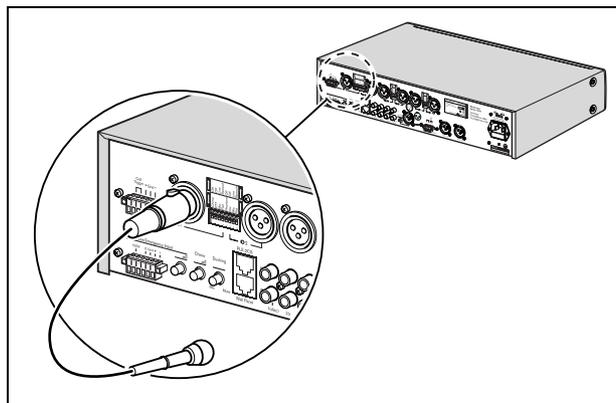

figura 4.2: solo connettore XLR
- Solo connettore XLR. Vedere figura 4.2.